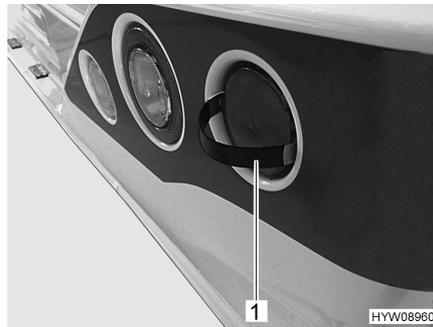

Fig. 105 Retirer le couvercle
- Introduire les languettes de verrouillage de l'outil fourni (Fig. 105,1) comme illustre a cote du couvercle.